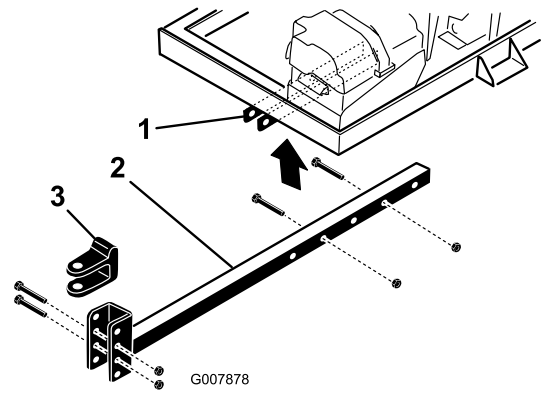

図 4
4. ボルト $\frac{3}{8}$ " x 3" 2本とフランジナット $\frac{3}{8}$ "を使用して、ヒッチチューブをフレームブラケット 図 4 に固定する。
3. フレームブラケットにヒッチチューブに差し込む 図 4。